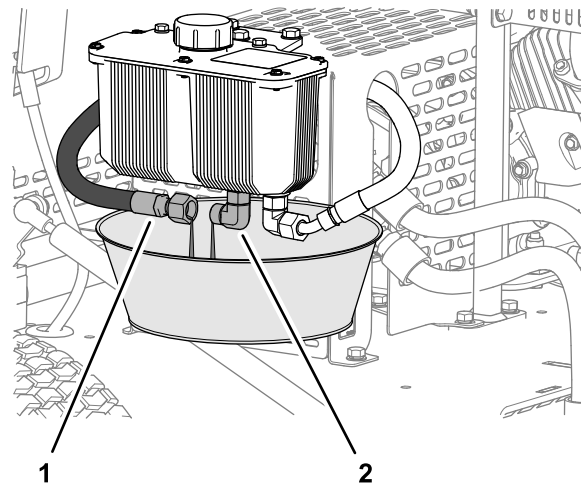

Figura 36
- Coloque un recipiente de 2 litros de capacidad bajo el depósito hidráulico (Figura 36).
- Retire la manguera de suministro hidráulico del acoplamiento del depósito y deje que se vacíe totalmente el fluido hidráulico (Figura 36).